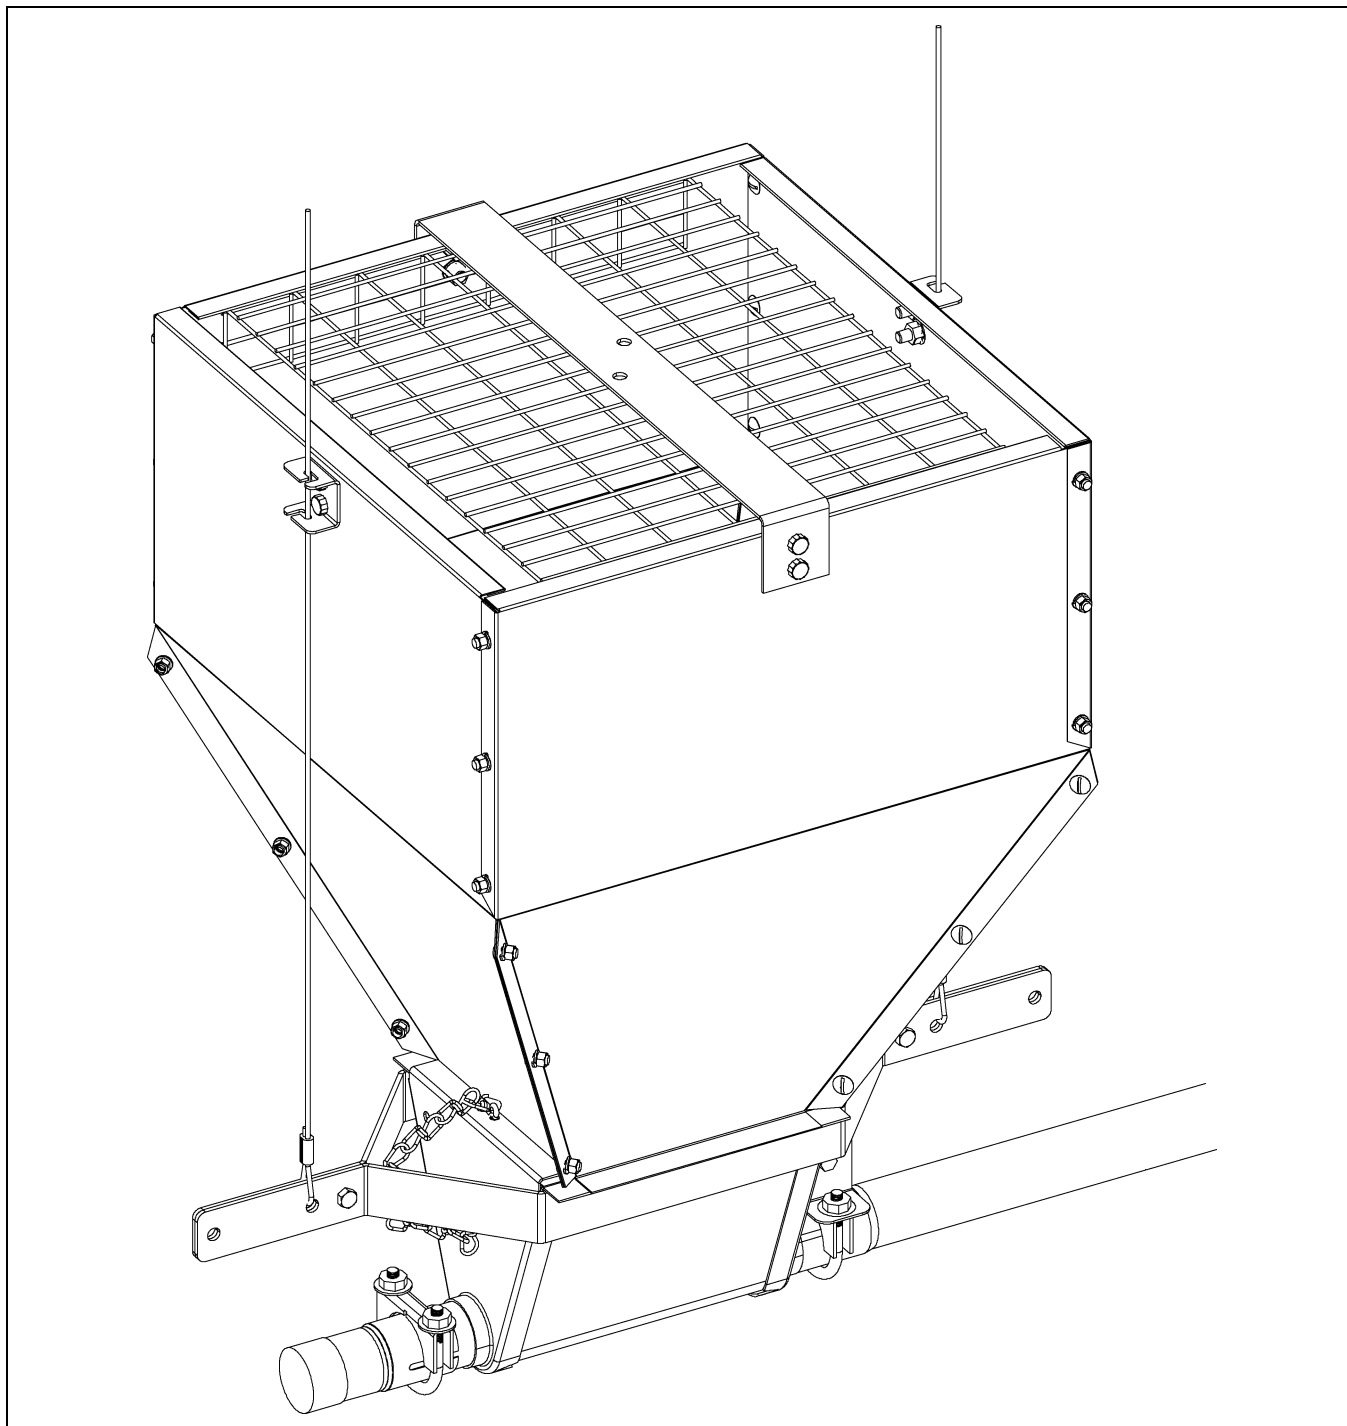

Рисунок 5N
Отводные кабели должны находиться на расстоянии 19" для бункеров № 120 и № 200 или 25" для бункеров № 300 и № 400. Подвесьте воронку с помощью двух (2) отводов с каждой стороны бункера, как показано на рис. 5N на стр. 37. Закрепите направляющие тросов с двух (2) сторон бункера с помощью четырех (4) болтов 5/16"-18 и гаек. Проложите трос через направляющие, соединяя их в желобах направляющих.
- е. Скрепите две (2) половинки кронштейнов подвески бункера с помощью двух (2) болтов 5/16"-18 и гаек. Отводные кабели должны находиться на расстоянии 19" для бункеров № 120 и № 200 или 25" для бункеров № 300 и № 400. Подвесьте воронку с помощью двух (2) отводов с каждой стороны бункера, как показано на Рисунок 5N. Закрепите направляющие тросов с двух (2) сторон бункера с помощью четырех (4) болтов 5/16"-18 и гаек. Проложите трос через направляющие, соединяя их в желобах направляющих.